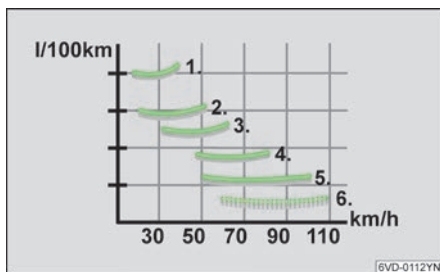

图 131
▶ 图 131 显示了您的汽车在各个档位不同速度时的燃油消耗比例，第 1 档时的燃油消耗最高，而第 5 档和第 6 档时燃油消耗最低。